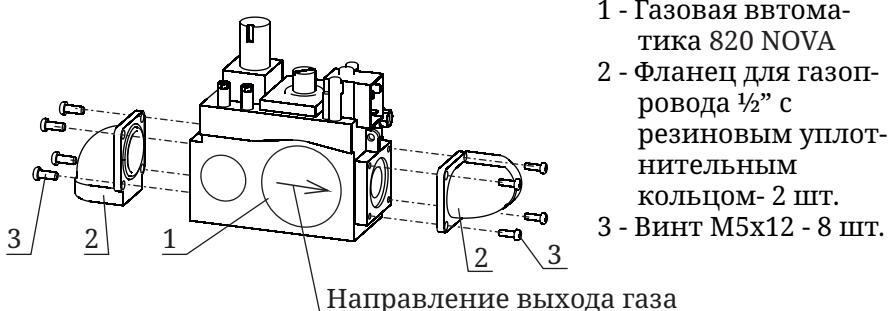

Рисунок 9. Установка фланцев для газопровода на газовую автоматику 820 NOVA
3. Закрепить датчик тяги (21) на панель монтажную (18) винтами M3 (20) и гайками M3 (16).
4. Соединить газовый коллектор в сборе (7) с панелью монтажной (18) с помощью винтов M5 (11) и гаек M5 (14).
5. Установить газовую автоматику 820 NOVA в сборе (1) на газовый коллектор в сборе (7), соблюдая направление выхода газа, указанного стрелкой на автоматике (см. рисунок 9). При установке газовой автоматики (1) необходимо выставить крепление до совпадения отверстий на монтажной панели (18) и газовой автоматике (1). Предварительно необходимо произвести герметизацию резьбовых соединений на газовом коллекторе (7), материалами сертифицированными для использования в газоснабжении.
6. Установить один конец крепления (25) на газовой автоматике 820 NOVA (1) и закрепить винтом M4 (19), другой конец крепления (24) установить на панель монтажную (18) и закрепить винтом M5 (11) и гайкой M5 (14).
- Задокументировать положение автоматики (1) контргайкой 15.
- Соединить кабель (8) с пьезовоспламенителем (10) и с искровым электродом, установленным на монтажной плате функционального блока.
- Один конец трубки медной (3) через гайку (2) соединить с газовой автоматикой 820 NOVA (1), не затягивая гайку. Подогнуть трубку медную (3), для удобства присоединения к газовому коллектору (7), по месту. Другой конец трубы (3) соединить с отверстием на газовом коллекторе через гайку (2), при этом подгибая трубку (3) по месту. Затем плавно затянуть гайки (2) с обоих концов медной трубы (3), при этом прижимая ее до упора.